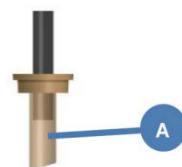

図 1：シャフトへの装着例
- (1) インストゥルメントイントロデューサの使用前にインストゥルメントイントロデューサに破損がないか点検すること。破損、亀裂、裂けが見られる場合、別のインストゥルメントイントロデューサを使用すること。
- (2) インストゥルメントをインストゥルメントカニューラに装着する前に、インストゥルメントイントロデューサのスリーブでメス刃が完全に隠れるまでインストゥルメントのシャフト上でインストゥルメントイントロデューサをスライドさせる（図1、A）。